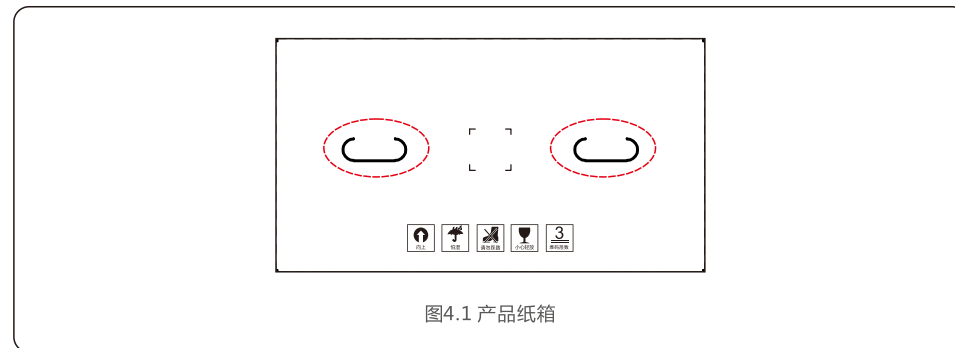

图4.1 产品纸箱
1. 纸箱上的红色区域为扶手区域，可以沿虚线部分去掉椭圆纸片。(如图4.1所示)